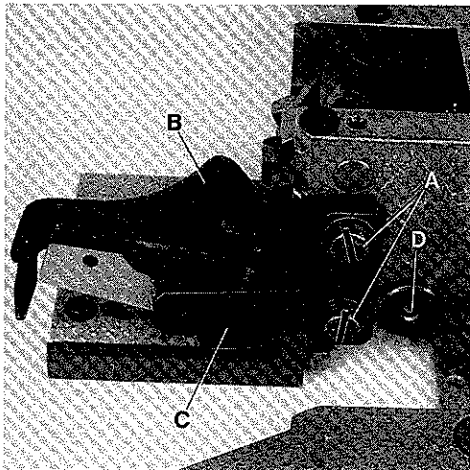
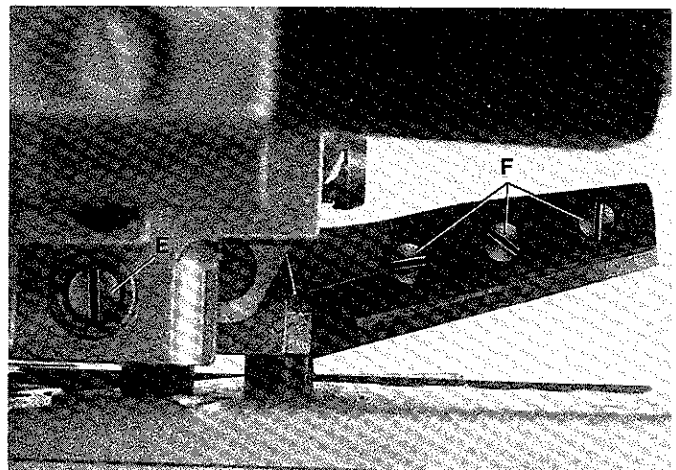
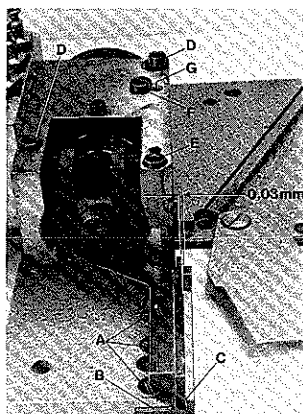

Fig.63
Fig.64
Fig.66
Loosen screws (A, Fig. 63) and remove the two finger guards (B and C). Loosen screw (D, Figs. 63 and 65) and turn screw (E, Figs. 64 and 65) a few revolutions counterclockwise until the pressure of upper knife against lower knife is released. Remove the three knife fastening screws (A, Fig. 66) and replace the lower knife. The cutting edge of lower knife should be flush with the top surface of cloth plate. When assembling a new lower knife two shims (B, Fig. 66) each 0,4 mm (1/64 in.) thick, have to be placed between lower knife and cloth plate. When assembling a resharpened knife one or both shims have to be removed, according to the stock removed while grinding, in order to have the lower knife cutting edge flush with cloth plate top surface. Tighten knife fastening screws.
Release pressure of upper knife against lower knife as described in paragraph "REPLACING THE LOWER KNIFE". Remove the three upper knife fastening screws (F, Fig. 64) and replace the upper knife.
Lösen Sie die Schrauben (A, Fig. 63) und entfernen Sie die beiden Fingerschutzteile (B und C). Lösen Sie die Schraube (D, Fig. 63 und 65) und drehen die Schraube (E, Fig. 64 und 65) einigemal im Gegenuhrzeigersinn bis das Obermesser nicht mehr gegen das Untermesser drückt. Entfernen Sie die drei Messerbefestigungsschrauben (A, Fig. 66) und tauschen Sie das Untermesser aus. Die Schneide des Untermessers muß auf gleicher Höhe mit der Stoffplattenoberfläche stehen. Beim Einbau eines neuen Untermessers werden zwei je 0,4 mm dicke Unterlegbleche (B, Fig. 66) zwischen Untermesser und Stoffplatte gelegt. Beim Einbau nachgeschärfter Messer müssen, entsprechend dem abgeschliffenen Material, ein oder beide Unterlegbleche entfernt werden, damit die Untermesserschneide auf gleicher Höhe mit der Stoffplattenoberfläche ist. Ziehen Sie die Messerbefestigungsschrauben an.
Nehmen Sie den Druck vom Obermesser wie im Absatz "AUSWECHSELN DES UNTERMESSERS" beschrieben. Entfernen Sie die drei Obermesser-Befestigungsschrauben (F, Fig. 64) und tauschen Sie das Obermesser aus.
Press upper knife lever with upper knife in its down position. Cutting edges of upper and lower knife should overlap approx. 0,5 mm (.020 in.) at the knife tips (C, Fig. 66). For this adjustment, the upper knife fastening screws (F, Fig. 64) can be relocated a little bit up or down in the holes of the upper knife lever.
Loosen screws (D, Fig. 66) slightly, and keep screw (E) securely tightened. Press upper knife lever in its down position.
Remove screw (F, Fig. 66) and rotate eccentric rod (G) so that the upper and lower knife contact each other at the knife tips (C), and at the lower knife pilot arises a distance of 0,03 mm (.0012 in.) (see Fig. 66).
Make sure that eccentric rod (G, Fig. 66) does not turn while tightening screws (D) and turning in screw (F).
Turn screw (E, Figs. 64 and 65) clockwise until the upper knife exerts a markable pressure against lower knife. Lock screw (E, Figs. 64 and 65) with screw (D) and make cutting tests with air pressure.
Drücken Sie den Obermesserhebel mit dem Obermesser in die untere Stellung. Ober- und Untermesser sollen sich an den Messerspitzen (C, Fig. 66) etwa 0,5 mm überlappen. Die Obermesser-Befestigungsschrauben (F, Fig. 64) lassen sich für diese Einstellung in den Bohrungen etwas nach oben oder unten verlagern.
Lösen Sie die Schrauben (D, Fig. 66) leicht, die Schraube (E) muß fest angezogen bleiben. Drücken Sie den Obermesserhebel in die unterste Stellung.
Entfernen Sie die Schraube (F, Fig. 66) und drehen Sie den Exzenterbolzen (G) so, daß sich Ober- und Untermesser an der Spitze (C) berühren und am Untermesser-Führungszapfen ein Abstand von etwa 0,03 mm entsteht (siehe Fig. 66).
Achten Sie darauf, daß sich der Exzenterbolzen (G, Fig. 66) beim Anziehen der Schrauben (D) und Einschrauben der Schraube (F) nicht verdreht.
Drehen Sie die Schraube (E, Fig. 64 und 65) im Uhrzeigersinn bis das Obermesser einen gut spürbaren Druck gegen das Untermesser ausübt. Kontern Sie die Schraube (E, Fig. 64 und 65) mit der Schraube (D) und machen Sie Schneidproben mit Druckluftantrieb.